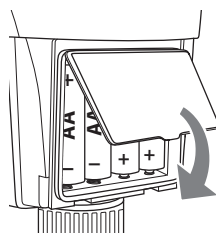

Fig. 3
- ♦ Coloque la tapa del compartimento para pilas **10** en el compartimento para pilas. Asegúrese de que la junta hermética quede bien fijada (consulte la fig. 3).